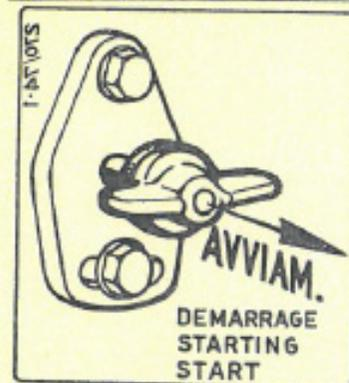

Fig. 5 - AVVIAMENTO
Dare il supplemento combustibile (tirando in fuori la maniglia 14) senza girare, come indicato nella Fig. 5). Contemporaneamente portare il comando acceleratore in una posizione intermedia (leggermente accelerato).
- a) Dare il supplemento combustibile (tirando in fuori la maniglia 14) senza girare, come indicato nella Fig. 5).
- Dare il supplemento combustibile (tirando in fuori la maniglia fig. 5).